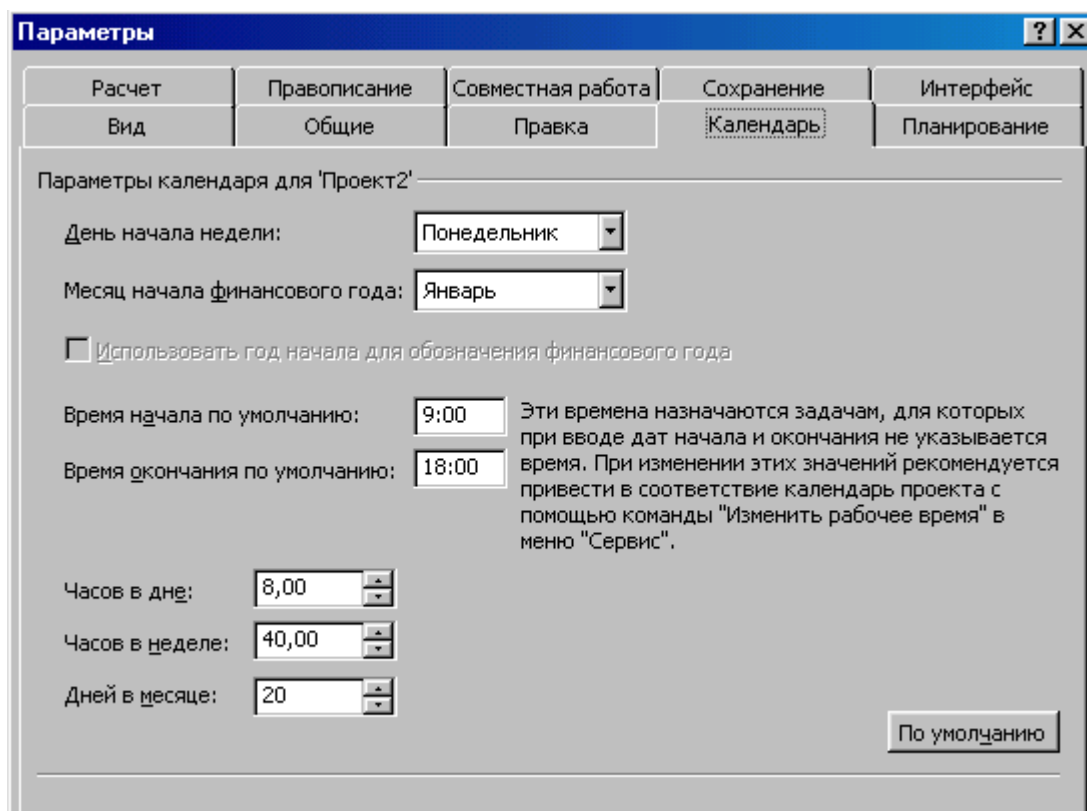

Рис. 4
- Щелкните мышью на ярлычке *Календарь*, чтобы перейти на нужную вкладку (рис. 4). В нашем проекте рабочая неделя должна начинаться с понедельника.